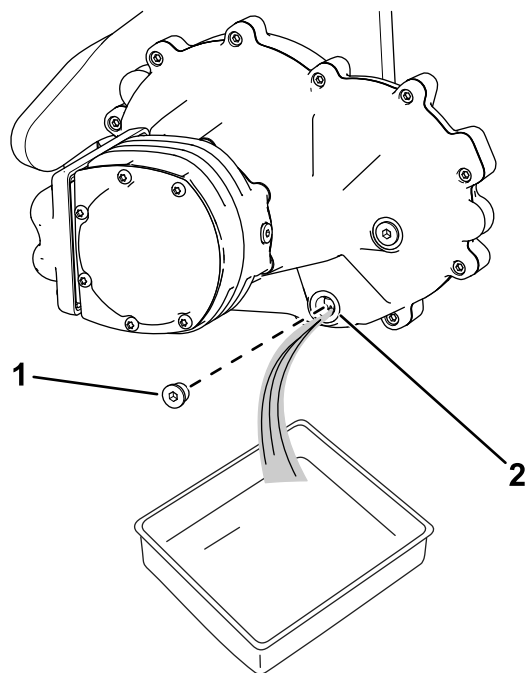

Figure 10
1. Placez un bac de vidange sous le moteur de roue (Figure 10).
2. Enlevez le bouchon de l'orifice de vidange (Figure 10).
5. Remettez le bouchon de vidange dans l'orifice de vidange (Figure 10).